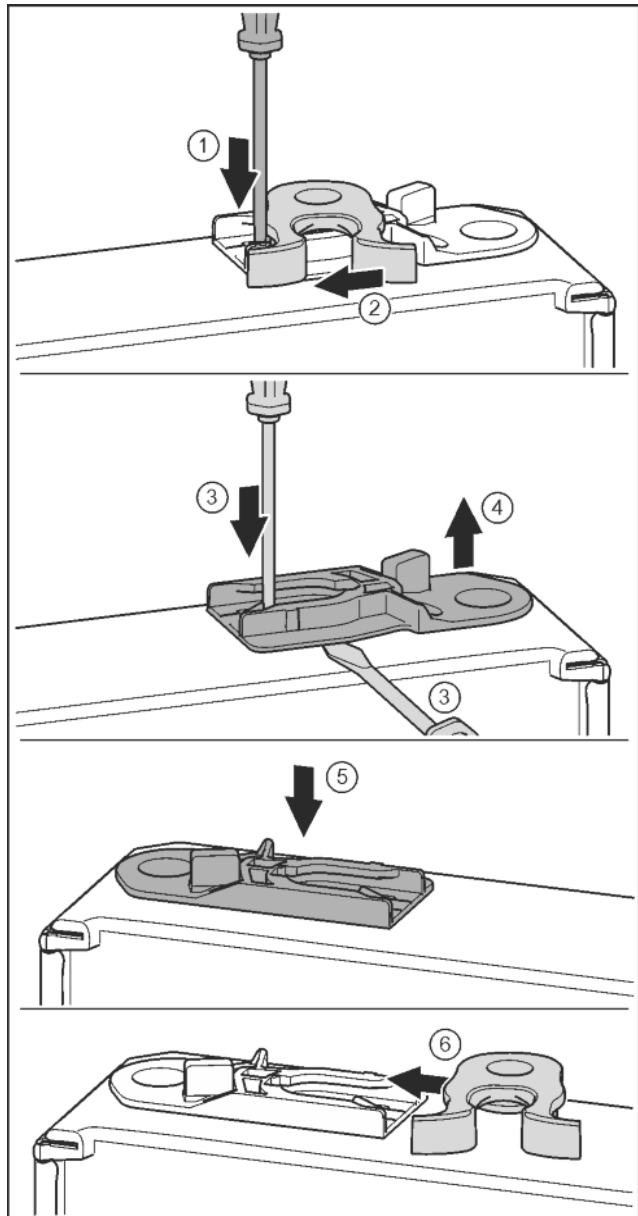

Fig. 19
- Lip met sleufschroevendraaier naar onder drukken. Fig. 19 (1)
- Sluithaak uit de geleiding trekken. Fig. 19 (2)
- Geleidingsbus eruit trekken: Lip met de sleufschroevendraaier indrukken en gelijktijdig de sleufschroevendraaier onder de geleidingsbus plaatsen. Fig. 19 (3, 4)
- De bij de levering geleverde geleidingsbus op de andere zijde van de behuizing aanbrengen. Fig. 19 (5)
- Sluithaak in de geleiding schuiven. Fig. 19 (6)